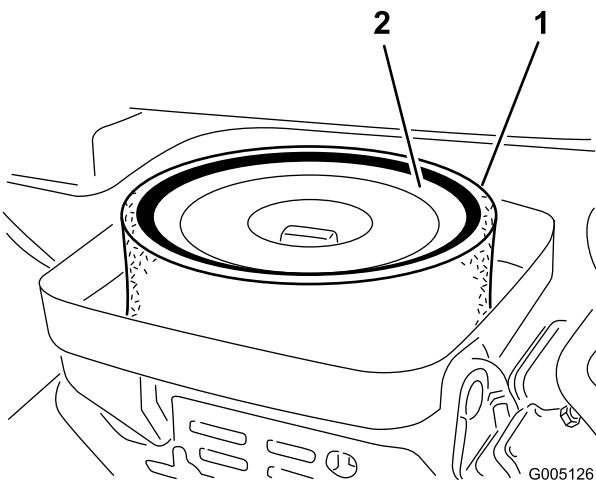

Figura 48
3. Si el elemento de gomaespuma está sucio, sepárelo del filtro de papel (Figura 48). Límpielo a fondo, de la manera siguiente: